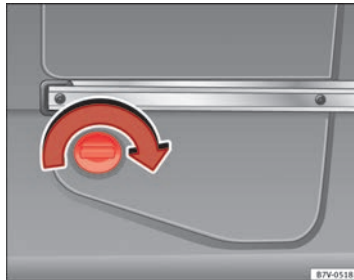

Abb. 166 Hinten links im Gepäckraum: AdBlue-Tank hinter einer Abdeckung.
- Schnellverschluss der Abdeckung im Uhrzeigersinn drehen ⇒ Abb. 166 und Abdeckung nach vorn öffnen.